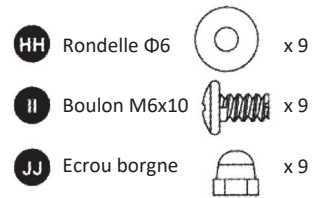

Fig. 5
Étape 6-1 (Fig. 5, 12)
2. Insérer un boulon M6x10 (II).
3. Glisser une rondelle Ø6 (HH) sur l'extrémité fileté du boulon M6x10 (II) et visser l'écrou borgne (JJ) sans le serrer.